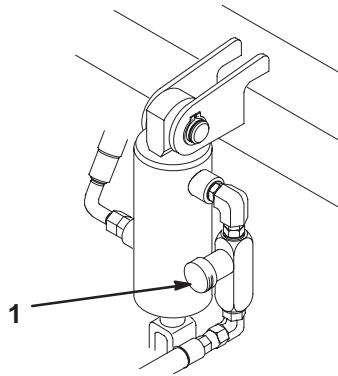

Figure 44
Le circuit de relevage/descente des plateaux de coupe de cette machine est muni d'un régulateur de débit (Fig. 44). Celui-ci est ouvert en usine d'environ 3 tours. Il faut cependant parfois le régler pour compenser les différences de température de l'huile hydraulique, des vitesses de tonte, etc. Dans ce cas, procédez comme suit :
1. Soulevez le siège et repérez le régulateur de débit (Fig. 44) sur le bâti de traction central situé près du vérin hydraulique.